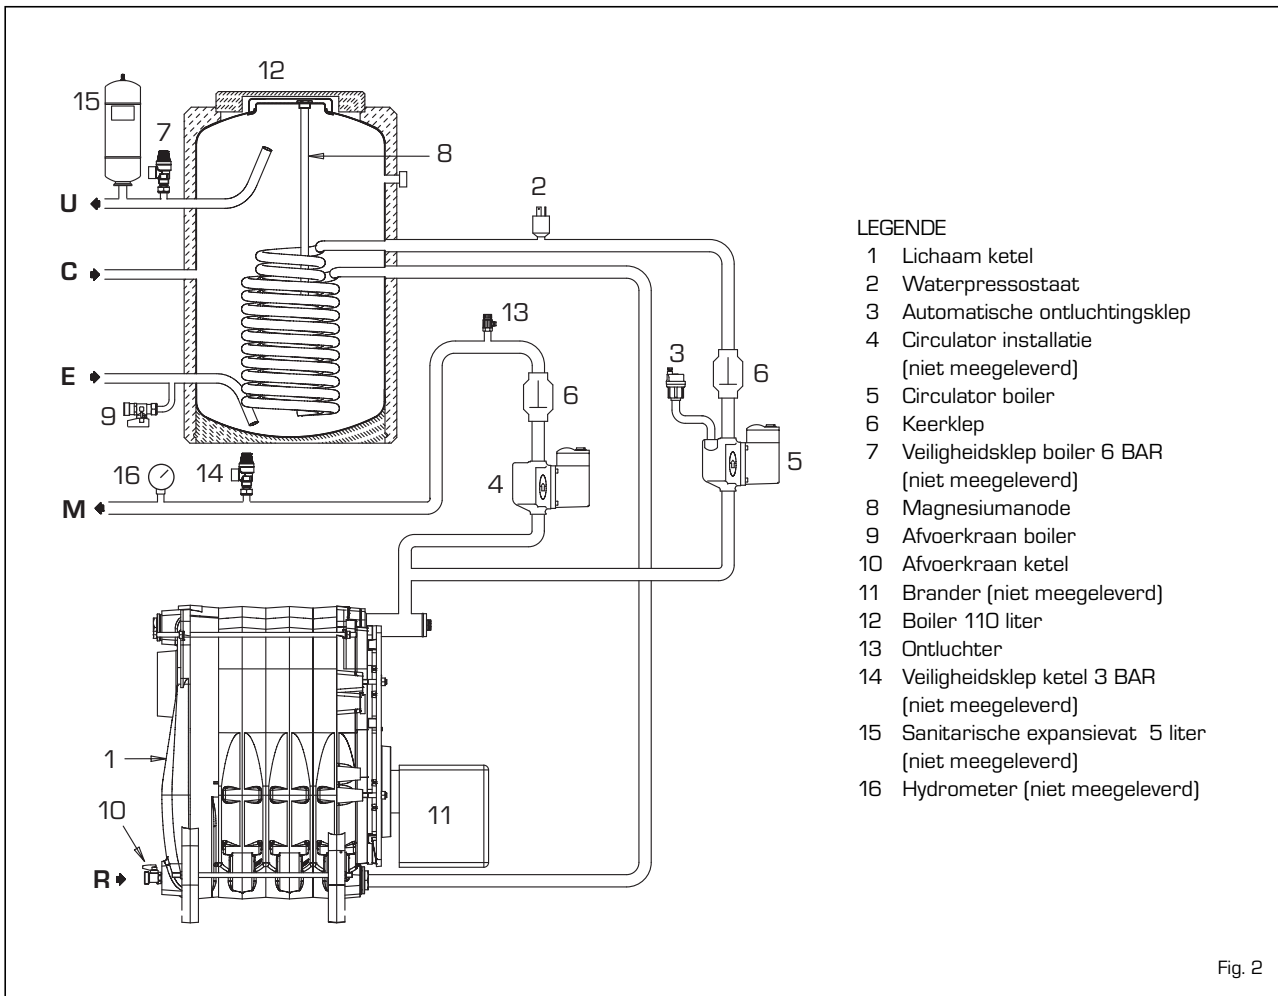

Fig. 2
2.3.1 Aanbevolen accessoires (fig. 2)
De ketel kan de gewenste hoeveelheid warm water alleen produceren als alle lucht in de slang is afgevoerd wanneer hij voor het eerst wordt aanzet. Om deze handeling te vereenvoudigen dient men de terugslagklep (6 fig. 2) open te zetten door de schroef in horizontale stand te zetten. Zet de schroef in de oorspronkelijke stand terug wanneer het afvoeren is voltooid.